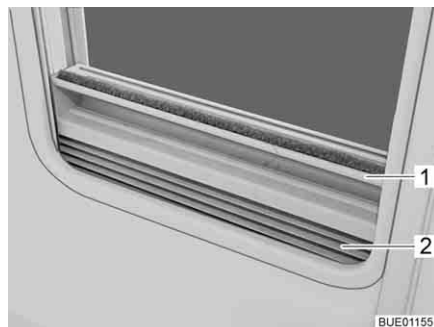

Fig. 45 Tendina oscurante pieghevole
- Chiusura:* ■ Afferrare la tendina oscurante pieghevole (Fig. 45,2) per la parte centrale della barra di presa (Fig. 45,1), tirarla dal basso verso all'alto e rilasciarla nella posizione desiderata. La tendina oscurante pieghevole rimane in questa posizione.